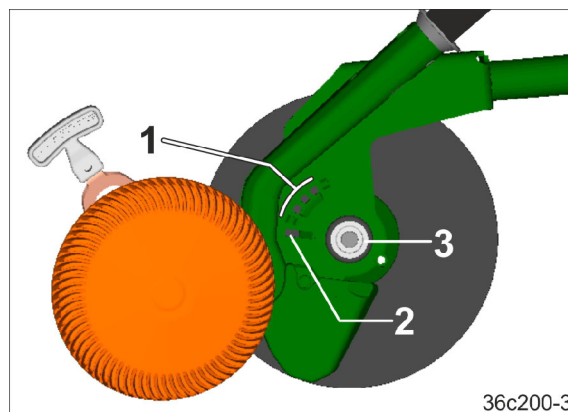

Fig. 180
1. Den Ansatz des Hebels über die Lochgruppe (Fig. 180/1) hinweg in das Langloch (Fig. 180/2) einrasten.
2. Die Tiefenführungsscheibe/rolle im Langloch (Fig. 180/2) soweit verschieben, bis die Tiefenführungsscheibe/rolle vom Verschluss (Fig. 180/3) freikommt.
1. Die Tiefenführungsscheibe/rolle auf den Verschluss (Fig. 180/3) aufstecken. Dabei fasst der Ansatz in das Langloch (Fig. 180/2) des Schar.
2. Die Tiefenführungsscheibe/rolle im Langloch (Fig. 180/2) soweit verschieben, bis die Tiefenführungsscheibe/rolle im Verschluss einrastet. Ein leichter Schlag auf den Scheibenmittelpunkt erleichtert das Einrasten.
3. Den Ansatz mit Hilfe des Hebels aus dem Langloch ziehen und in die erforderliche Bohrung (Fig. 180/1) stecken.